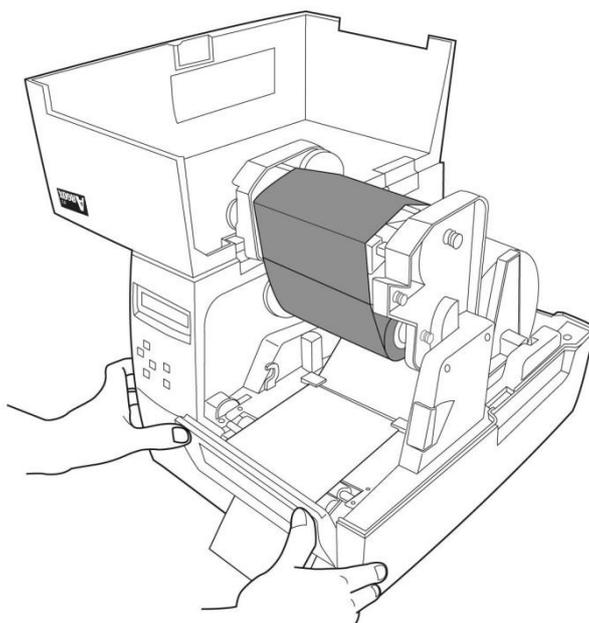

Figura 20
84. Abra el montaje del despegador. (Figura 20)